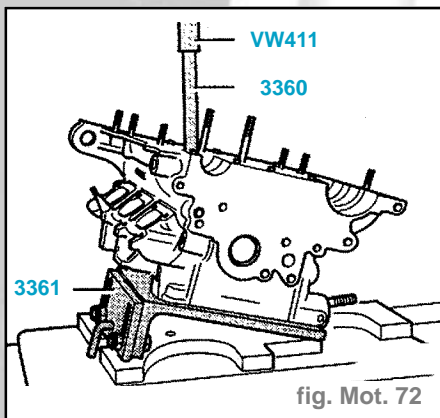

fig. Mot. 72
- Expulser les guides de soupapes usés avec l'éjecteur **3360** (éjecteur **3121** sur les moteurs ADP et AHL) à partir du côté de l'arbre à cames (fig. Mot. 72). En cas de guide de soupape avec collet (guide de réparation), expulser à partir du côté de la chambre de combustion.